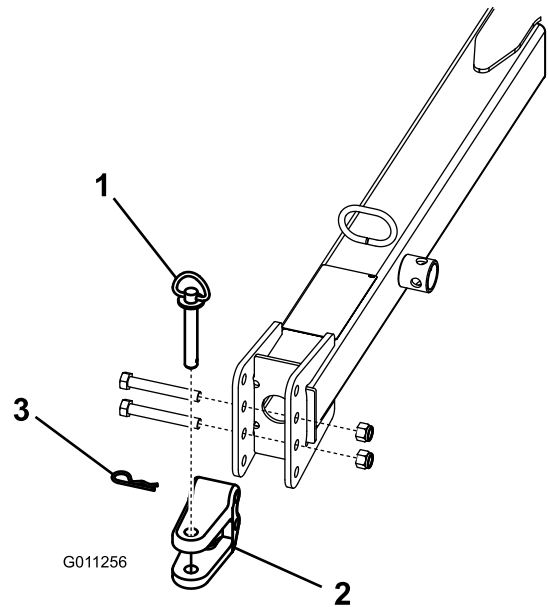

Figura 10
- Retire los pernos y las contratuercas que fijan la horquilla de la barra de tracción (Figura 10) al enganche.